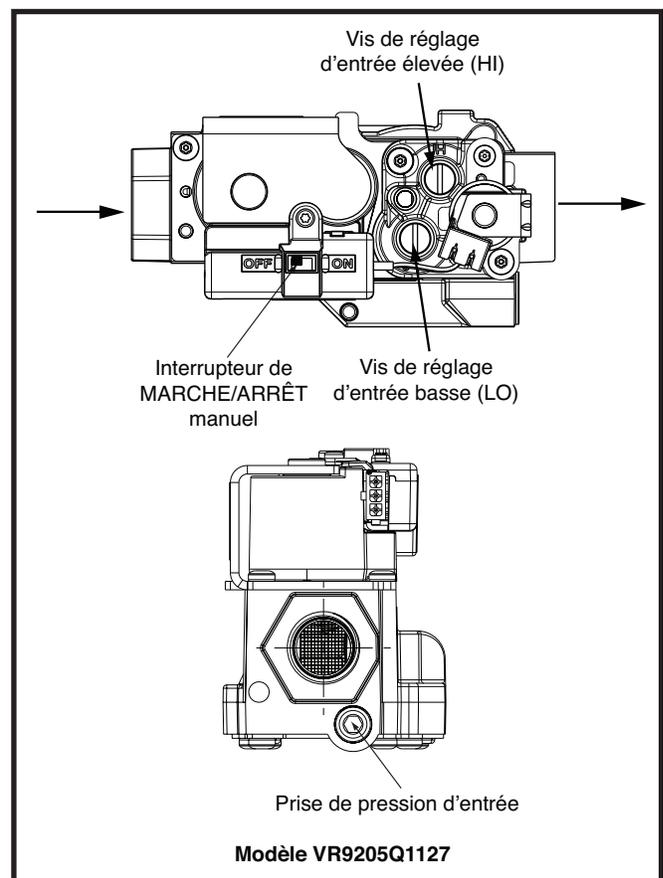

Figure 22. Robinet de gaz
3. Tournez l'interrupteur manuel position « OFF » (arrêt). Voyez la Figure 22 \(page 25\).